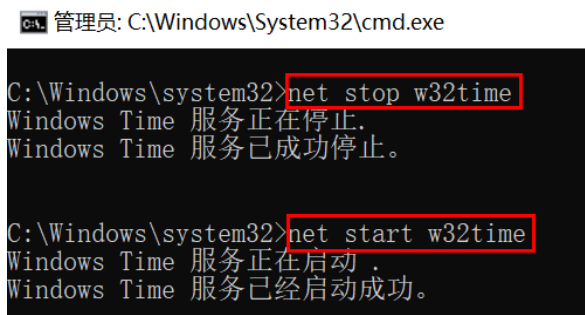

图3-14 重启 W32Time 服务
7. 在命令提示符窗口，输入“net stop w32time”并回车，再输入“net start w32time”并回车，重启 w32Time 服务，如图 3-14 所示。